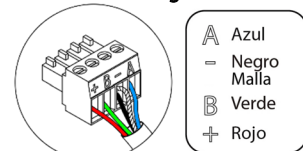

Fig. 29
Para la conexión con el termostato ④ dispone de una borna de 4 pines. Fije los cables con los tornillos de la borna respetando el código de colores (Fig. 29).